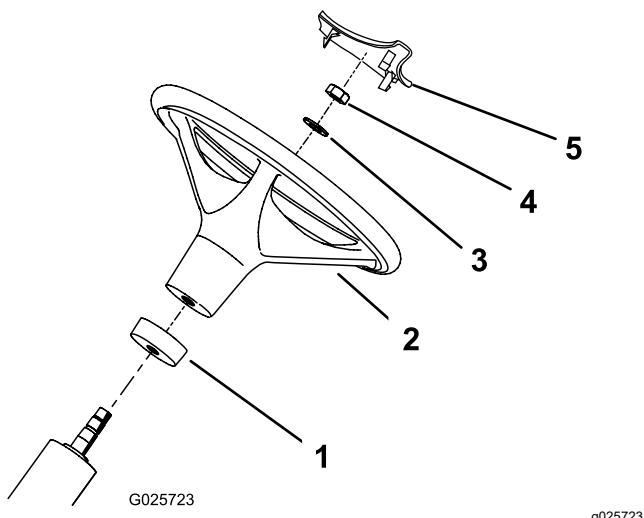

Figure 2
2. Glissez la bague en mousse sur l'arbre de direction (Figure 2) en commençant par la petite extrémité.
3. Glissez le volant sur l'arbre de direction (Figure 2).
4. Fixez le volant à l'arbre de direction avec une rondelle et un contre-écrou (Figure 2).
6. Poussez le couvre-moyeu en position sur le volant (Figure 2).